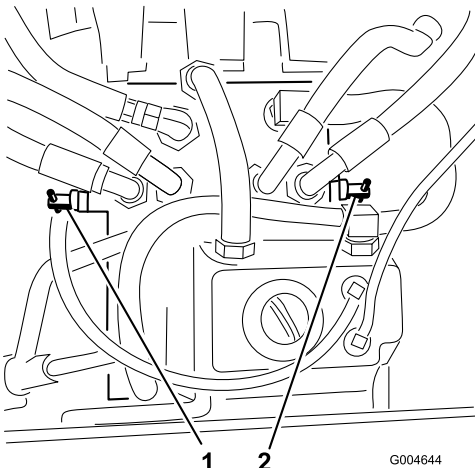

Figure 20
3. Tournez les **deux** vannes de dérivation de 2 tours dans le sens anti-horaire (Figure 20).
Tournez chaque vanne de dérivation d'un tour dans le sens horaire et serrez-les à la main (couple de serrage de 8 Nm (71 po-lb) approx.) (Figure 20).